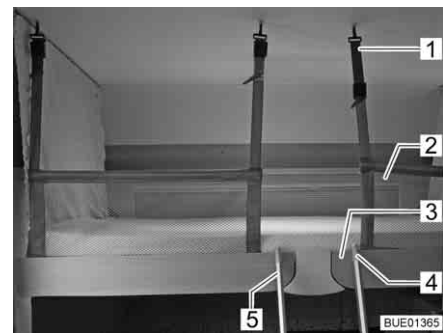

Fig. 106 Cama elevada con red de seguridad tendida
**Red de seguridad** La red de seguridad (Fig. 106,2) con los cinturones de retención se encuentra en la cama elevada, debajo del colchón. Tender la red de seguridad cuando las personas ya se encuentren en la cama elevada.
- Enganchar los cinturones de retención (Fig. 106,1) en los ganchos del techo.
**Escalera de ascenso** Acceder a la cama elevada únicamente a través de la escalera de ascenso (Fig. 106,5).
- Enganchar la escalera de ascenso (Fig. 106,5) con las dos horquillas (Fig. 106,4) en el agarradero (Fig. 106,3) de la cama elevada.
- Desenganchar la escalera de ascenso (Fig. 106,5) del agarradero (Fig. 106,3) de la cama elevada.